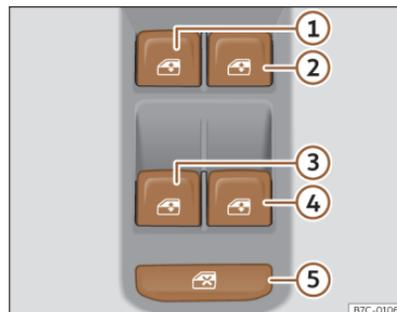

Abb. 81 Ausschnitt der Fahrertür: Tasten zum Bedienen der elektrischen Fensterheber
Mit dem Sicherheitsschalter >>> (Abb. 81) ⑤ in der Fahrertür können die Fensterheber-Tasten in den hinteren Türen außer Funktion gesetzt werden.